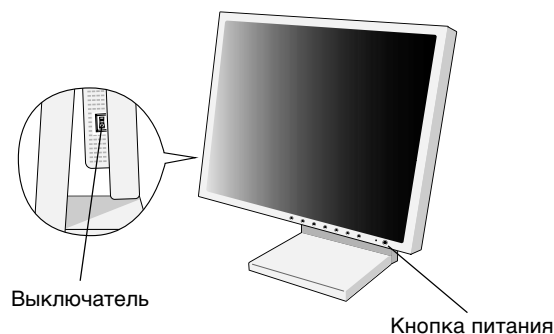

Рисунок D.1
5. Выключатель с левой стороны монитора должен быть включен. Включите монитор с помощью кнопки питания (**Рисунок D.1**).